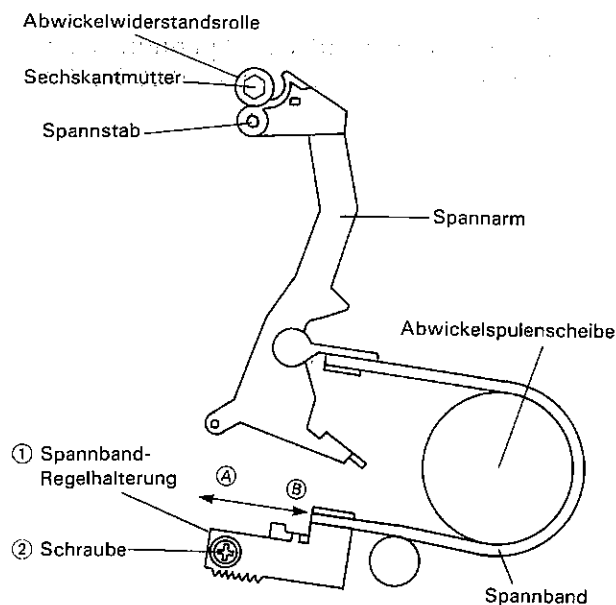

Abbildung 1-14.
• Überprüfen der Position (Abb. 1-14)